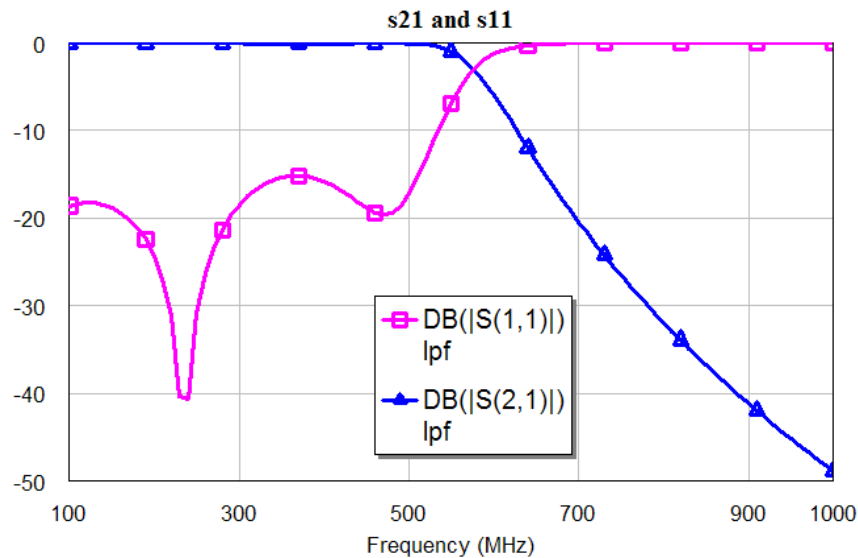

Рис. 1.11. Результаты моделирования фильтра
5.3.1. Для этого выбрать команду «Analyze» в меню «Simulate» (другой вариант – кликнуть на кнопке «Analyze» на панели инструментов). Результат анализа отобразится на экране в виде графиков, как показано на рис. 1.11.